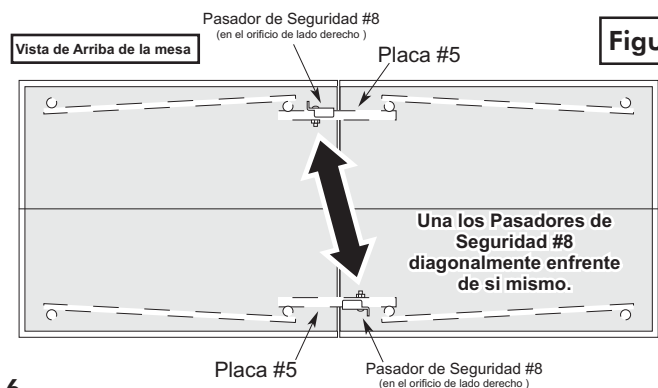

Figura 12
24. Vaya al otro lado de la mesa e instale el segundo Pasador de seguridad #8 dentro del lado derecho del orificio sobre la Placa #5. **NOTA: Los Pasadores de seguridad deben ir unidos diagonalmente cruzados de cada uno. (Ver Figura 12)**